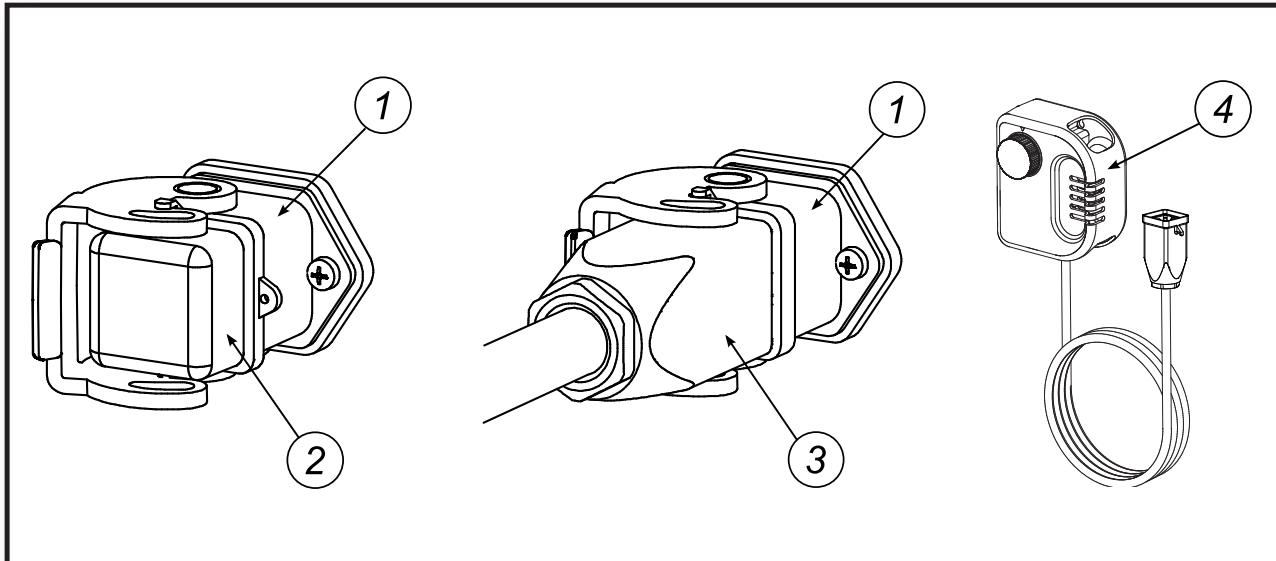

Fig. 6
#### ►►6. РАБОТА СО ШЛАНГОМ, РАСПРЕДЕЛЯЮЩИМ ТЕПЛЫЙ ВОЗДУХ (рис. 6)
- Подключить вилку к мостиковой цепи 2 рис. 6 в гнездо
- Вынуть вилку мостиковой цепи 2 рис. 6
- Подключить вилку термостата 3 к гнезду термостата 1, рис. 6
- Термостат 4 рис.6 не может находиться непосредственно в струе горячего воздуха, выходящего из нагревателя. Термостат должен находиться в обогреваемом помещении.